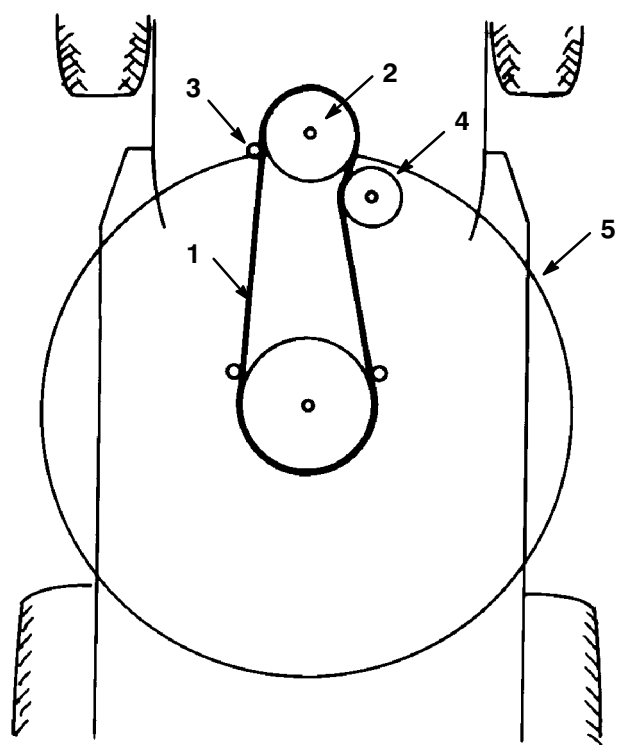

Figure 40
10. Déposez la courroie d'entraînement des lames de la poulie motrice inférieure (Fig. 40). En procédant prudemment, il est possible d'écarter les guide-courroie de la poulie juste assez pour enlever la courroie. Si cela s'avère trop difficile, desserrez les boulons et les écrous de fixation des guide-courroie.
4. Passez la courroie d'entraînement des lames sur la poulie motrice inférieure (Fig. 40). En procédant prudemment, il est possible d'écarter les guide-courroie de la poulie juste assez pour passer la courroie. Si cela s'avère trop difficile, desserrez les boulons et écrous de fixation des guide-courroie.